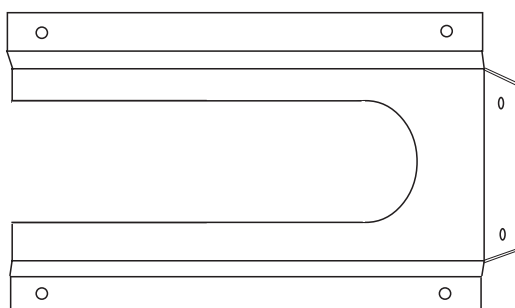
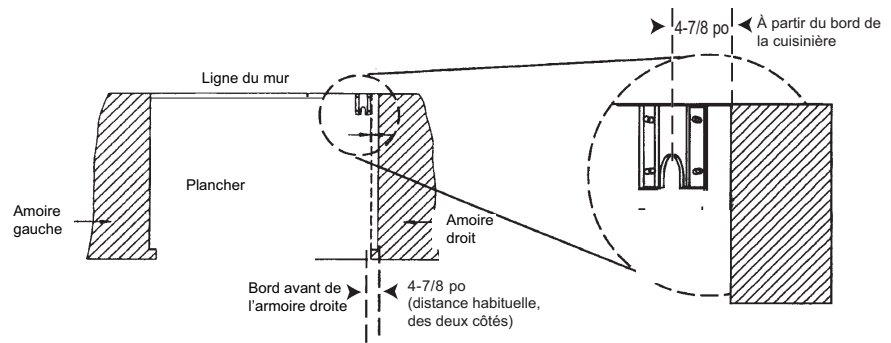

Figure 6 : Montage de la patte antibascule
Figure 7 : Mise en place de la patte antibascul (vue du haut)
Pour toutes les cuisinières à combustion jumelée de 30 po et 36 po (Figure 6 et Figure 7)
1. Placez la patte sur l'emplacement comme indiqué à la Figure 7 (la patte peut être utilisée dans un des coins de l'installation).